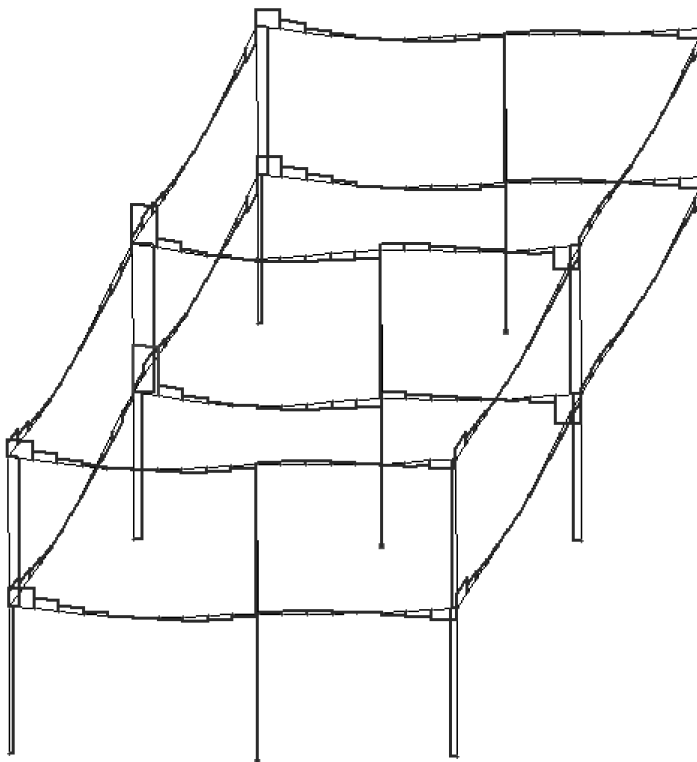

Рис.4.26. Эпюры поперечных сил Q_z
- Для вывода эпюры Q_z (рис. 4.26), выполните пункт меню **Усилия** ⇒ **Эпюры** ⇒ **Эпюры поперечных сил** (Q_z) (кнопка  на панели инструментов).